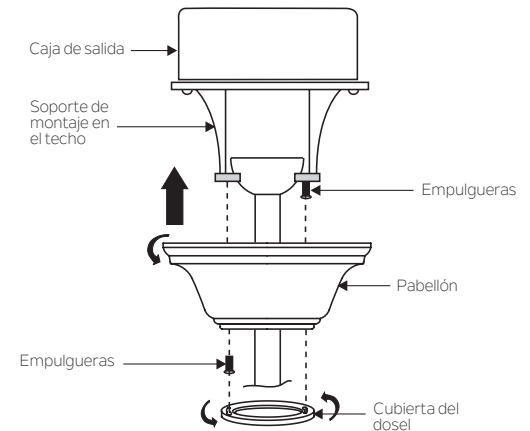

Fig. 13
**NOTA:** Ajuste los tornillos de la cubierta según sea necesario hasta que la cubierta y la cubierta de la cubierta estén ajustadas. (Fig. 13)